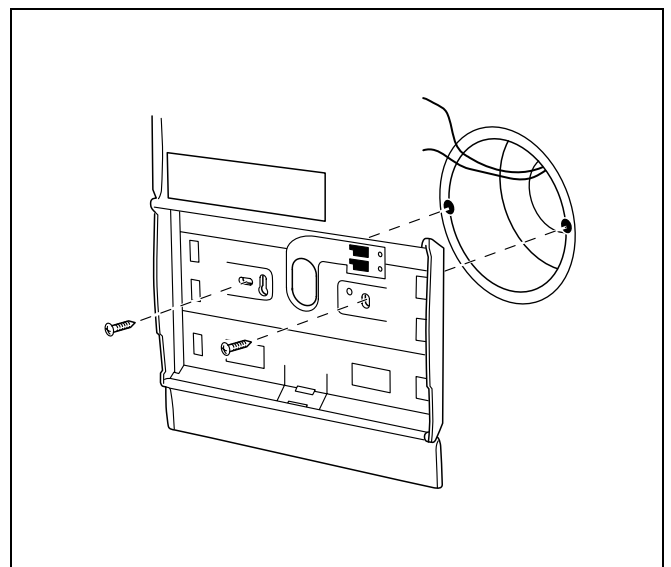

Abb. 8 Befestigung der Montageplatte auf Unterputzdose
8. Befestigen Sie die Montageplatte mit den beiliegenden Schrauben (Abb. 8).